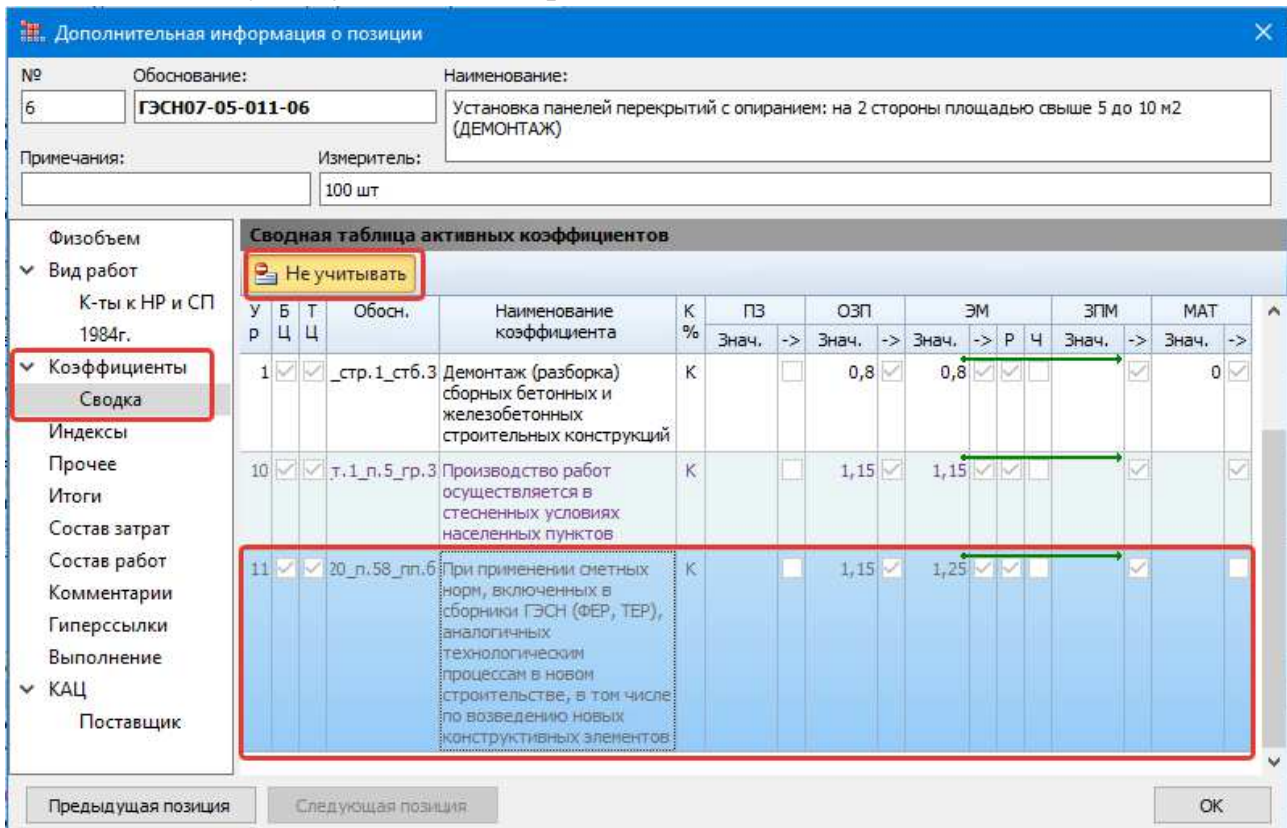

Рисунок 8.5. Особенности учета коэффициента на реконструкцию к демонтажным работам
- В пункте **Коэффициенты – Сводка** выберите данный коэффициент и нажмите кнопку **Не учитывать.** (рис. 8.5).